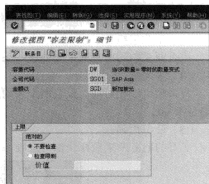

图 7-88 “修改视图‘容差限制’: 细节”界面
STEP 2 选择某条容差限制, 然后双击, 即可进入“修改视图‘容差限制’: 细节”界面, 如图 7-88 所示。在此界面中, 可以设置检查/不检查, 还可以设置检查的价值。